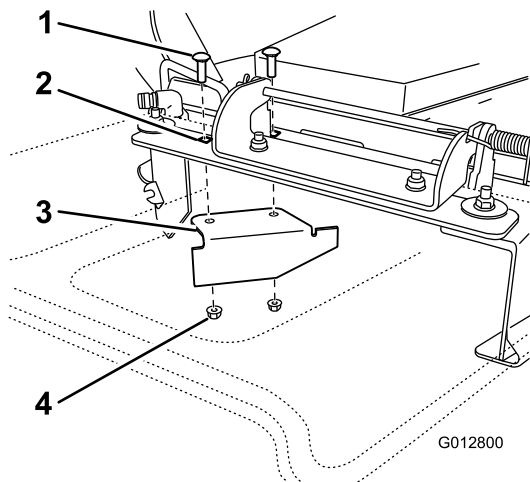

Figura 32
11. Nel sacchetto delle parti sciolte, individuate il deflettore di chiusura. Rimuovete gli elementi di fissaggio dai fori posteriori della piastra di scarico. Montate il deflettore nell'apertura di scarico laterale sul piatto di taglio (Figura 32).